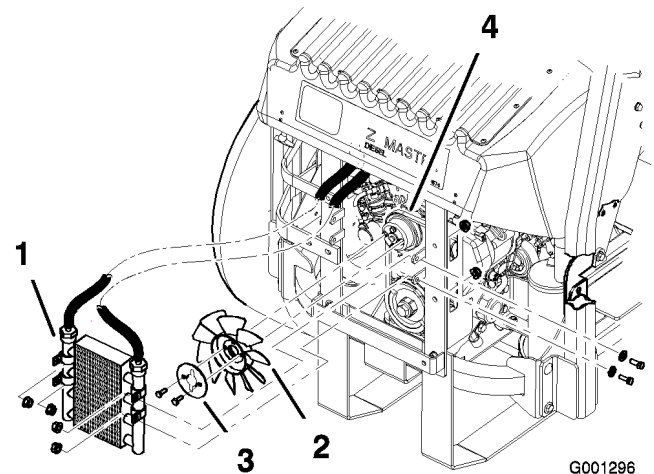

Bild 62
5. Nehmen Sie die vier Schrauben ab, mit denen der Ölkühler befestigt ist. Positionieren Sie den Ölkühler seitlich (Bild 62).
6. Nehmen Sie die zwei Schrauben ab, mit denen der Lüfter und die Lüfterplatte an der Maschine befestigt ist (Bild 62).
10. Montieren Sie den Lüfter und die Lüfterplatte mit den zwei vorher entfernten Schrauben (Bild 62).
11. Montieren Sie den Ölkühler mit den vier vorher entfernten Schrauben (Bild 62).